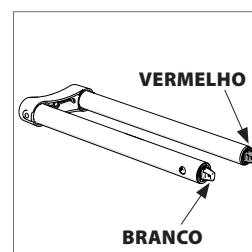

Fig. 1b
- As calhas de deslizamento. (**Fig. 1b**)